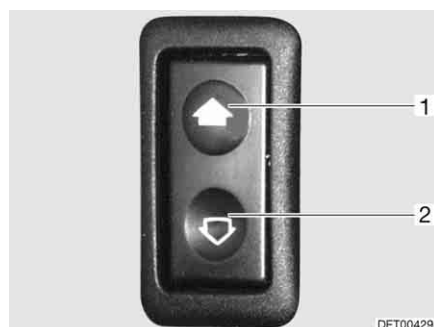

Fig. 23 Interrupteur pour lève-vitres électriques
- Ouvrir :* ■ Appuyer sur la partie inférieure du commutateur (Fig. 23,2).
- Fermer :* ■ Appuyer sur la partie supérieure du commutateur (Fig. 23,1).